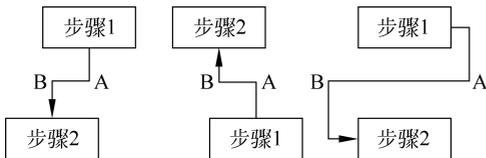
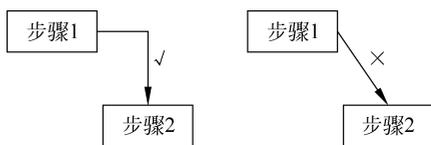

图 3-2 流程图中不允许出现的连线方式
图 3-3 流程图中不允许使用斜线
(1) 为了使读者容易阅读,流程图的总体流向趋势是从左上到右下。
(2) 连线方向允许向右、向下、向上,但不允许向左(除了条件判断表示返回外)。如图 3-2 所示的连线方式是不允许的,因为线段 A→B 的方向是由右向左的。
(3) 为了使读者容易阅读,连接线之间应尽量避免出现交叉点,如果不得已,交叉点越少越好。
(4) 使用折线连接各图形,不得使用斜线,如图 3-3 所示。